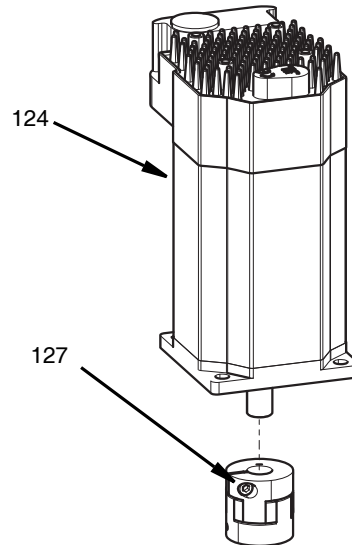

FIG. 36
7. Desaperte o acoplamento rotativo superior (127) com uma chave sextavada de 2,5 mm. **NOTA:** Não use uma chave sextavada de ponta esférica
8. Remova o acoplamento rotativo (127) do eixo do motor. Consulte a FIG. 36.